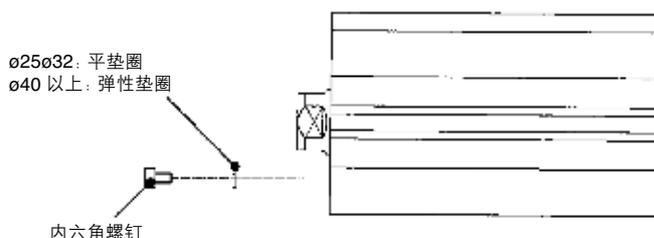

图12
④ 内六角螺钉的安装【仅限于 $\phi 25$ 以上】(图12)